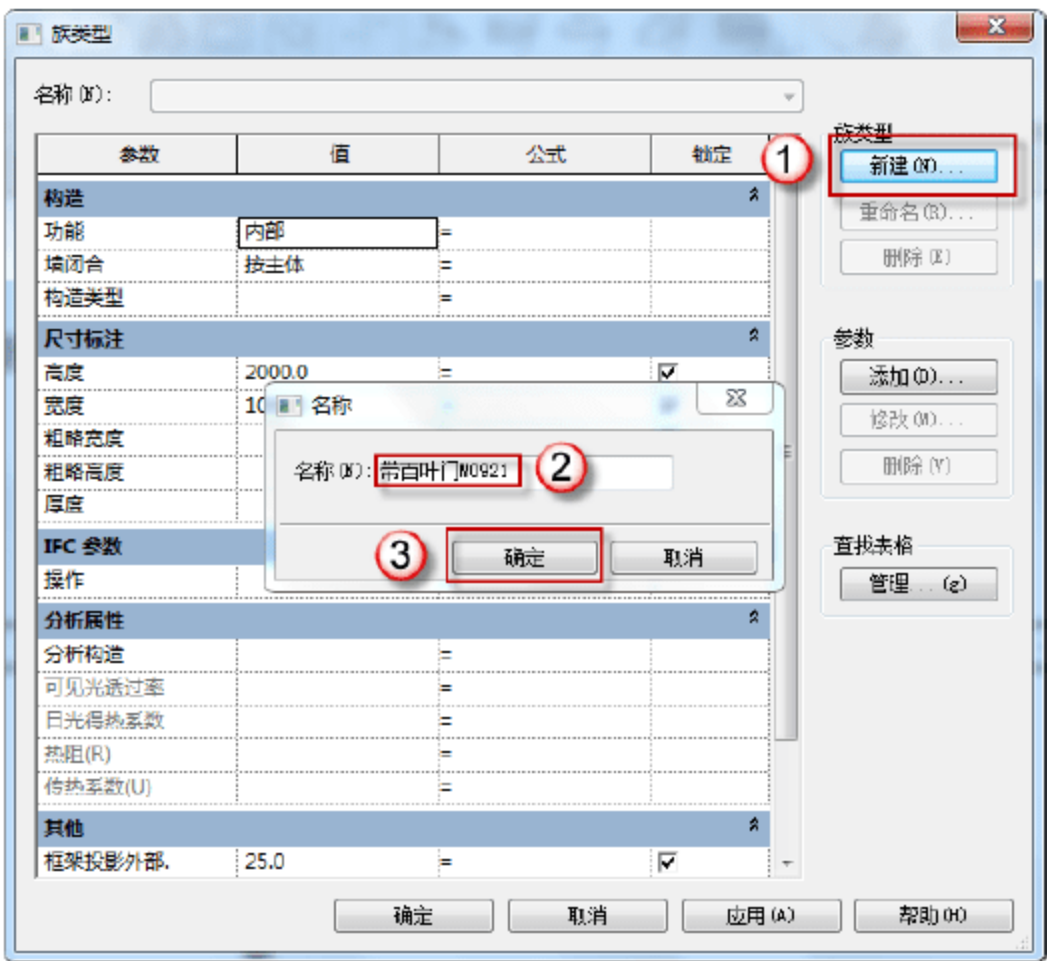

图 6.1.4 创建“带百叶门 M0921”
(3) 新建族类型。单击“族类型”按钮，在弹出的“族类型”对话框中单击“新建”按钮，弹出“名称”对话框，在“名称”一栏中输入“带百叶门 M0921”字样，单击“确定”按钮，如图 6.1.4 所示。